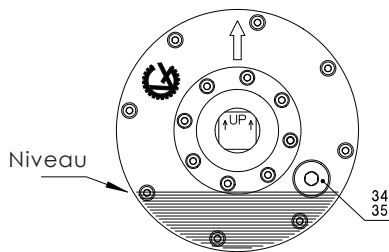

Fig. 3b
5. Vul de trommelmotor opnieuw met de juiste hoeveelheid en soort olie. Als controle van de juiste hoeveelheid olie dient de radiale pijl op het trommelschild waarin zich de kraagplug bevindt naar boven te wijzen. Het olieniveau moet dan gelijk staan met de onderkant van het draadgat van de kraagplug (zie Fig. 3b).